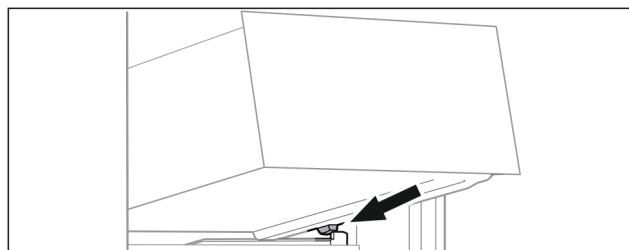

Fig. 62
- ▶ Așezați sertarul oblic în spatele opritoarelor pe nervura recipientului. (vezi Fig. 62)